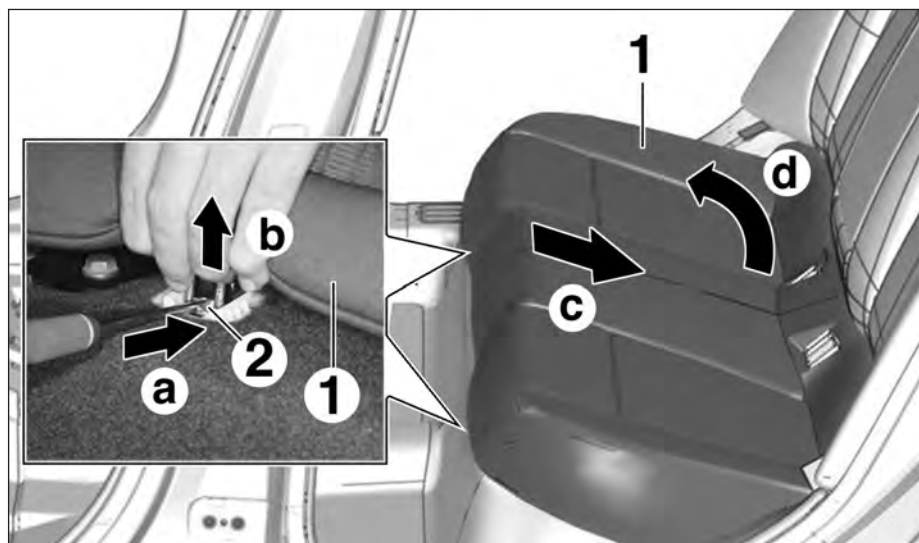

FIG.19
- Dégrafer l'assise de la banquette arrière (1) en appuyant sur l'agrafe de verrouillage (2) situées de part et d'autre de l'assise suivant la flèche (a) (Fig.19).